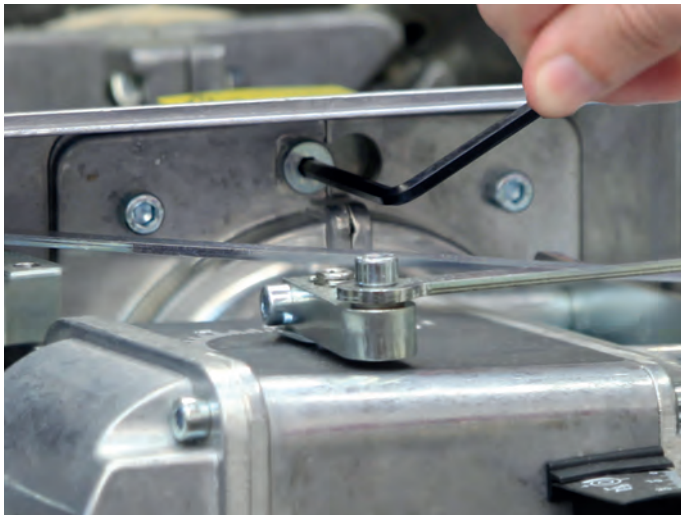

Abbildung 8 / Figure 8
Kugelabsperrrhahn schließen. Die Verschraubung zwischen dem GasMultiBloc und dem Brenner aufmachen. Anschließend die Serviceschraube (siehe Abb. 8) mit Innensechskantschlüssel (4 mm) ½ Umdrehung lösen, Brenner nach links verdrehen und aus dem Brennerrohr herausziehen. Anschließend in die Serviceposition einhängen.
Close the ball shutoff valve. Open the threaded connection between the GasMultiBloc and the burner. Afterwards, undo the service screw (see Fig. 8) with an Allen key (4 mm) by ½ a turn, turn the burner to the left and pull out of the burner tube. Mount afterwards in the service position.